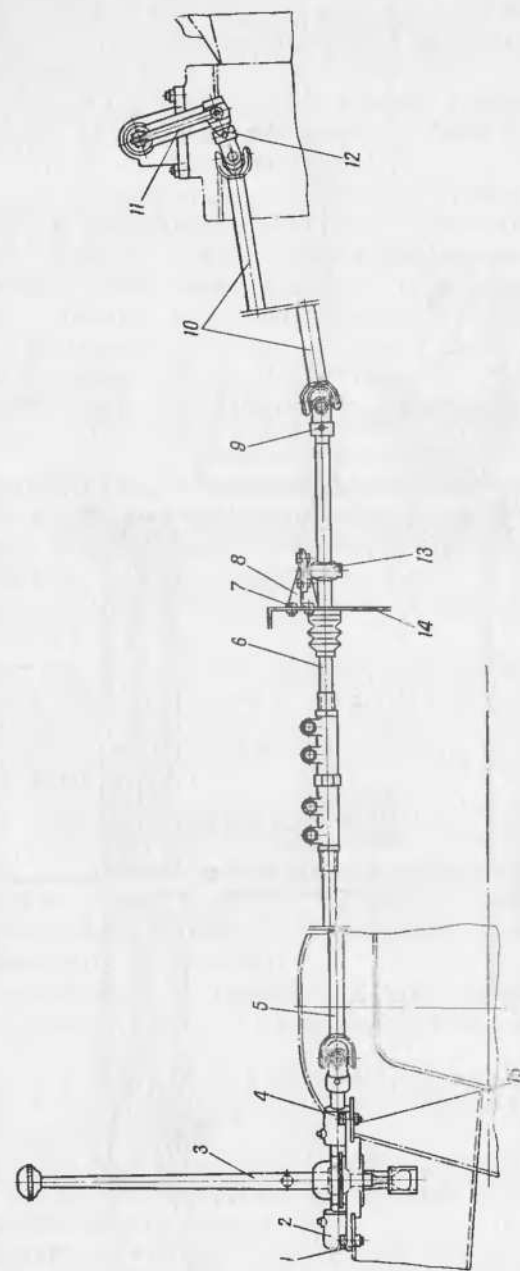

Рис. 19. Установка управления переключением передач:
4. Отвернуть гайки 15 (рис. 19) болтов 4 крепления рычага 3 переключения передач в сборе с опорой 2.